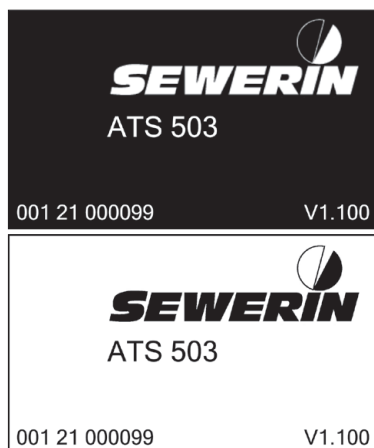

Fig. 10: Sequência de imagens iniciais durante o processo de ligação
- a) Surge uma sequência de imagens iniciais (fig. 10).
As definições são efetuadas, em seguida, nas imagens iniciais (fig. 10).
Se existir uma diferença significativa, é indicada a nova atribuição de gás (fig. 24) a seguir às imagens iniciais (fig. 10). Se necessário, os gases de teste podem ser então novamente atribuídos.